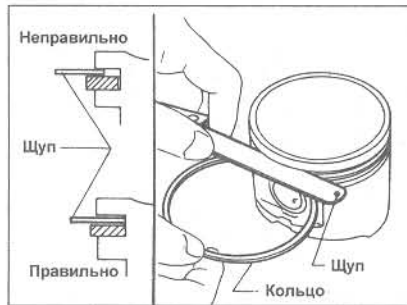

Рис. 1.16 Проверка бокового зазора поршневого кольца (Глава 9)
- 17 Проверьте боковой зазор каждого кольца в канавке, используя лезвие шупа (Рис. 1.16).